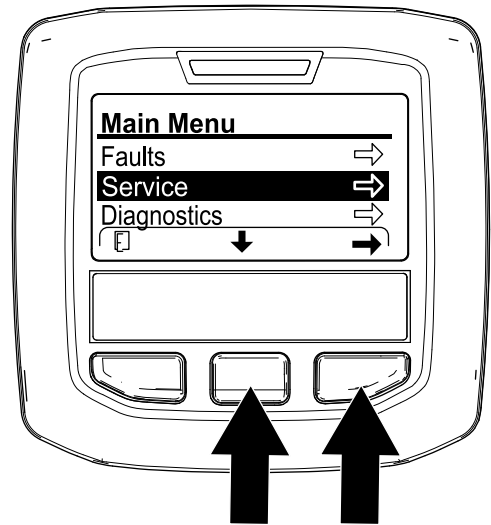

Figure 103
3. Dans l'InfoCenter, naviguez jusqu'au MENU PRINCIPAL (Figure 103).